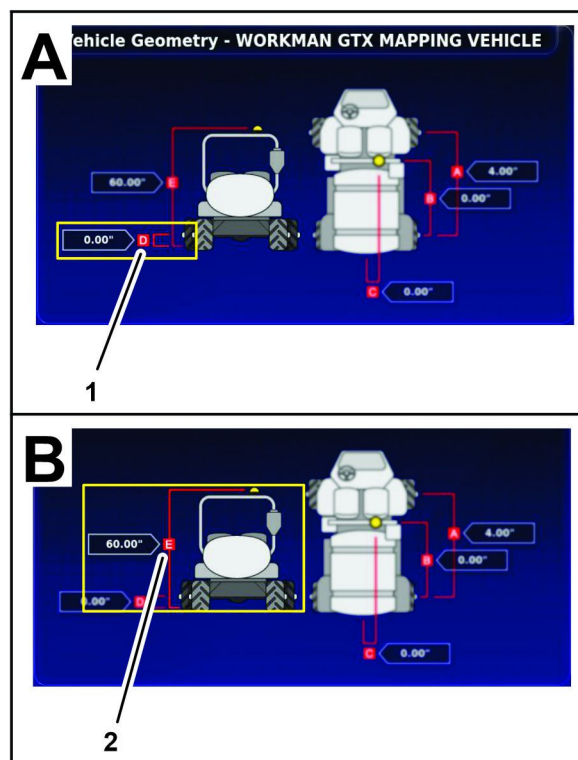

Figure 183
4. Mesurez la distance entre l'axe de l'essieu arrière et le sol (Figure 183), et notez le résultat obtenu sur la fiche de géométrie.
1. Mesure entre axe d'essieu arrière et sol (D)
2. Mesure entre récepteur satellite et sol (E)
5. Mesurez la distance entre le haut du récepteur satellite et le sol (Figure 183, et notez le résultat obtenu sur la fiche de géométrie.